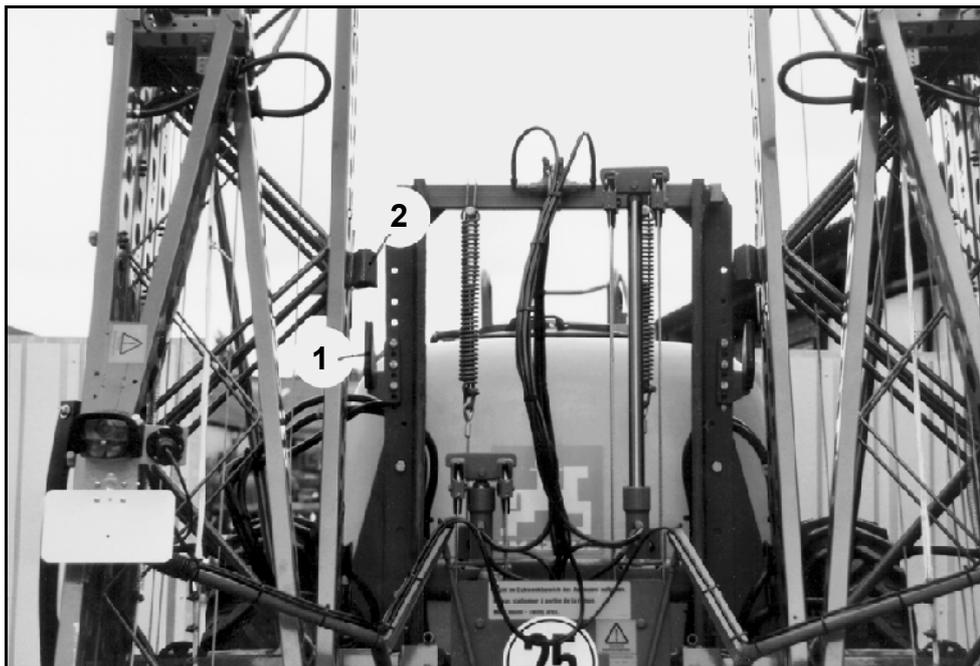

Fig. 60
- Déverrouillez la rampe de sa position de transport en remontant la rampe jusqu'à ce que les supports (Fig. 60/ 1) soient désolidarisés des augets de réception (Fig. 60/ 2).
Pour verrouiller la rampe en position de transport, abaissez la au maximum jusqu'à ce que les supports soient solidaires avec les augets de réception (Fig. 60).